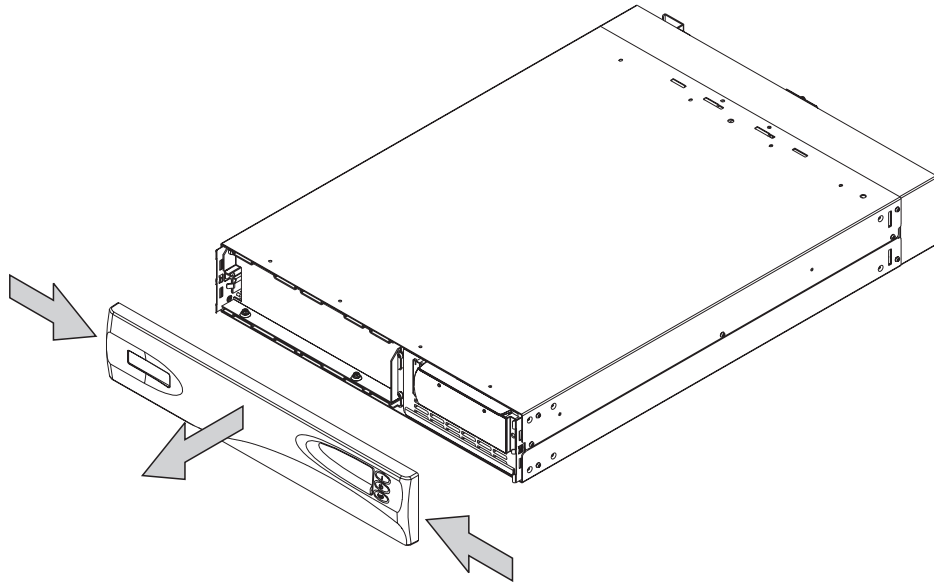

図 177. 2145 UPS のフロント・パネルの取り外し
- フロント・パネルの両側面を内側に押し、次に両端を手前に引いて、フロント・パネルを取り外します (446 ページの図 177 を参照)。